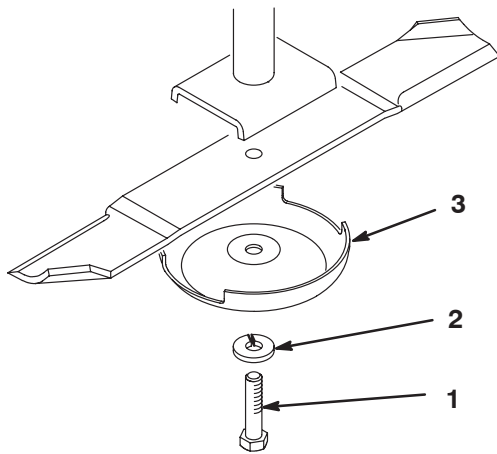

Bild 26
2. Halten Sie das Ende des Messers mit einem stark wattierten Handschuh oder wickeln Sie einen Lappen um es herum. Entfernen Sie die Messerschraube, die Sicherungsscheibe, die Antiskalpierkuppe und das Messer (Bild 26) von der Spindelwelle.